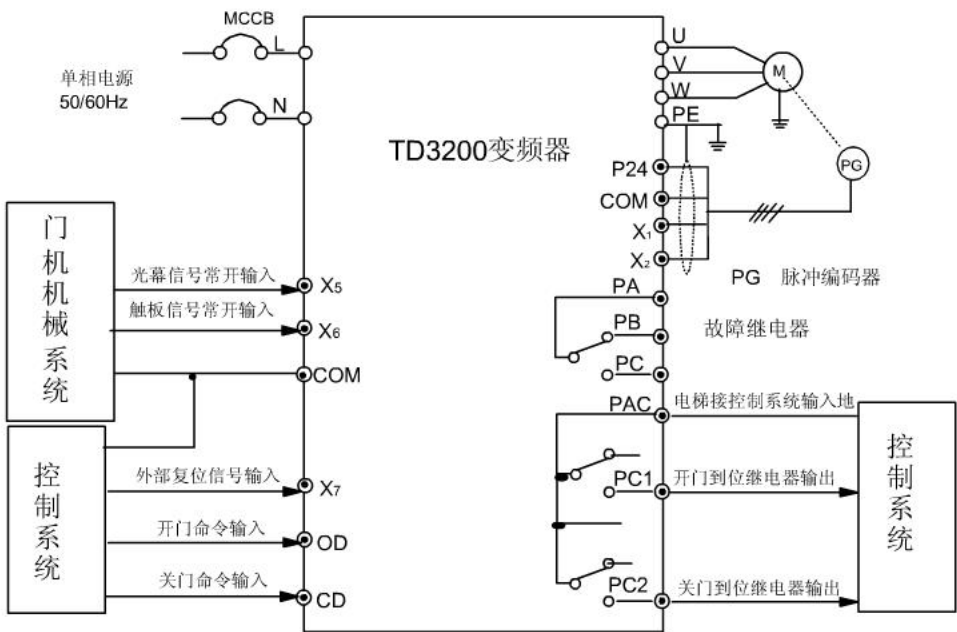

图7-2 距离控制系统接线图
距离控制1需在电机轴上安装脉冲编码器。距离控制根据实际行走的编码器脉冲计数来进行速度的切换及开关门到位的判断。距离控制的系统接线如图7-2所示。
- 1) 按照图7-2接线（脉冲编码器接线参照图3-6或图3-7）。
距离控制2方式下，系统配置参见图7-2，编码器可以不与电机同轴连接。